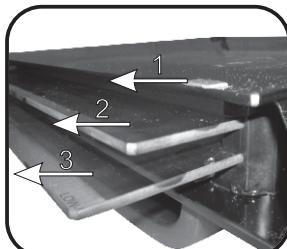

Figure 6
- Для духовых шкафов с пиролитической очисткой, пожалуйста, снимите также второе и третье стекла, как указано на рисунке 6 (Figure 6)